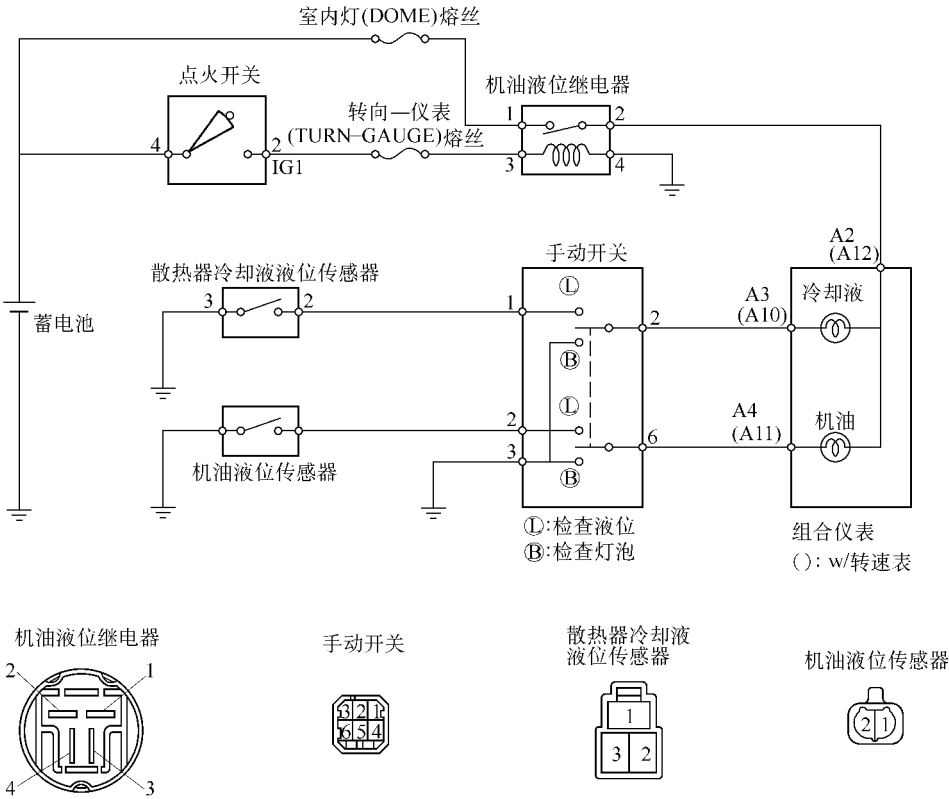

图 18-144 正常 (OK) 监视器系统配线和接插件
14. 正常 (OK) 监视器系统
正常 (OK) 监视器系统，即散热器冷却液报警系统和机油液位报警系统，其配线和接插件如图 18-144 所示。